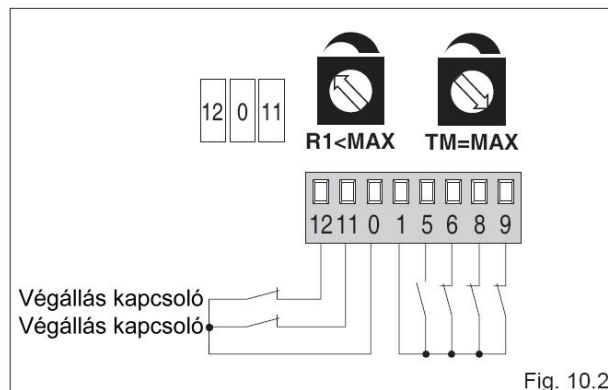

Fig. 10.2
- **(Fig. 10.2) Az ajtószárny megáll a végállás kapcsolóknál és akadályra ellenirányú mozgást végez.**